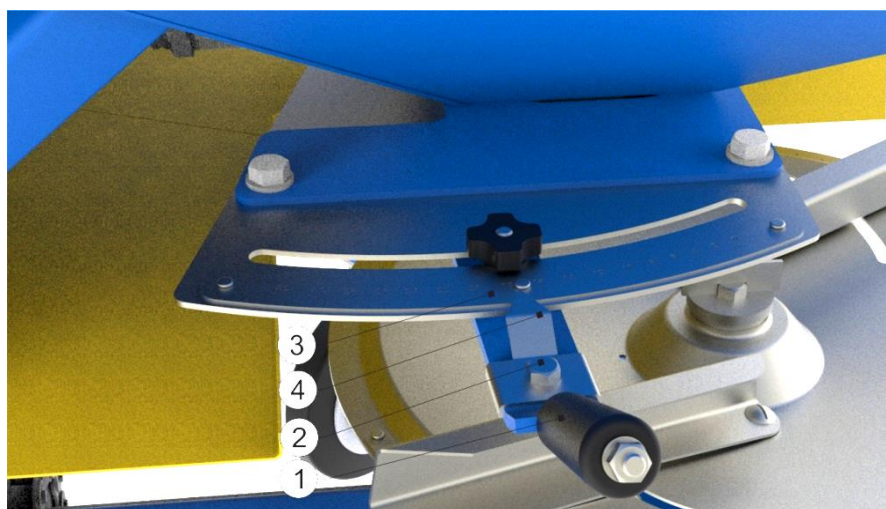

Рис. 10
Для внесення бажаної норми добрива необхідно встановити відповідне положення заслінки за допомогою обох важелів (Рис. 10).
- Відкрутіть гайку (Рис. 10 поз. 2)
- Знайдіть необхідне положення заслінки за шкалою (Рис. 10 поз. 3)
- Встановіть вказівник (Рис. 10 поз. 4) регулювального важеля (Рис. 10 поз. 1) на необхідне значення шкали.